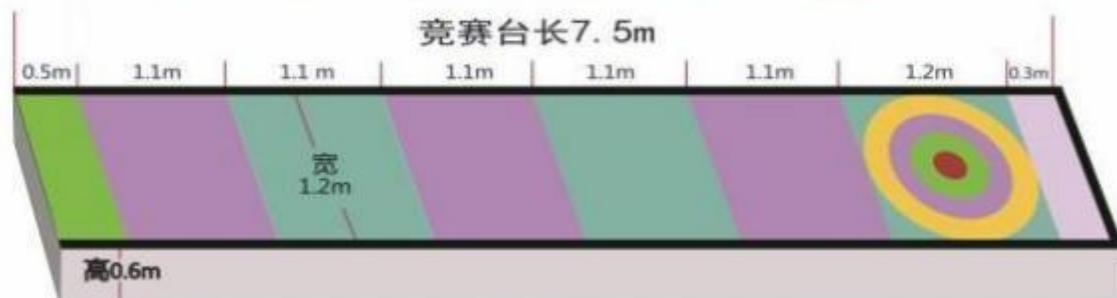
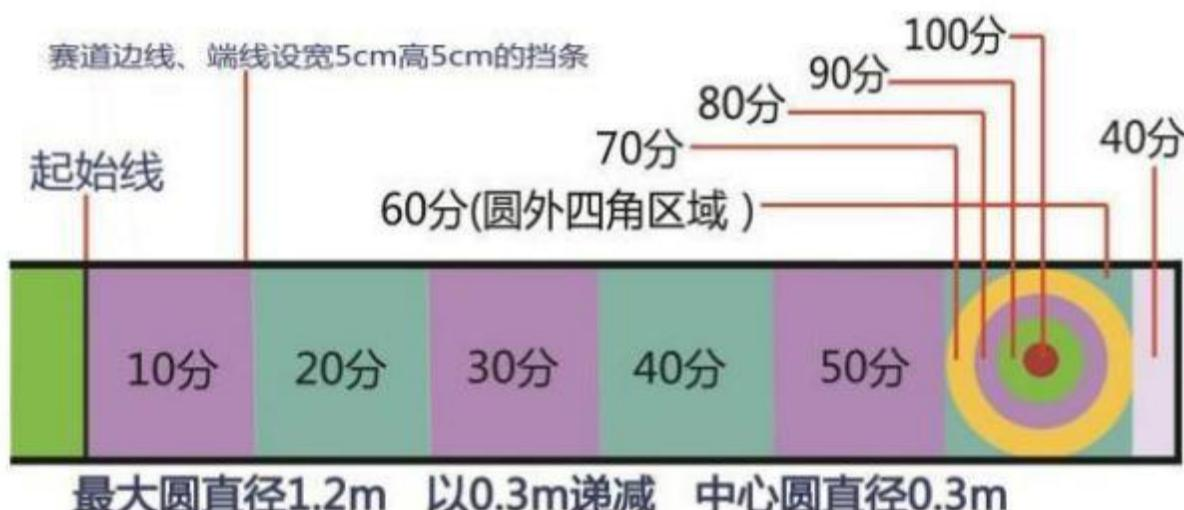

图2橡筋动力车拼装定点赛场地示意图一
图3橡筋动力车拼装定点赛场地示意图二
2.2.3 竞赛场地（见图2、图3）：在室内平整地面上设置竞赛专用赛道（长 7500MM 、宽 1200MM 、高 600MM 的长方形场地）；设有行走区域得分值 10分 起至 100分 。